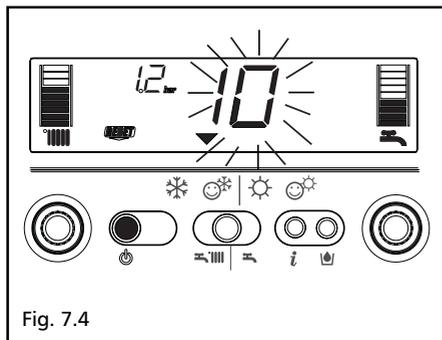

Fig. 7.4
2) Visualizzazione della sola icona  (fig. 7.4)